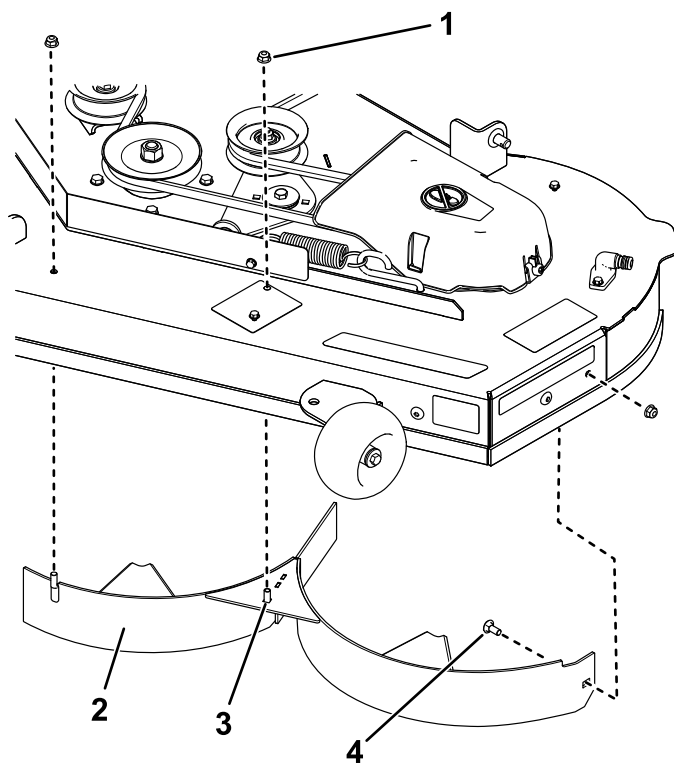

Figura 14
7. Remova as duas porcas de bloqueio (5/16 pol.) dos postes soldados do abafador esquerdo (Figura 14).
8. Remova o parafuso de carroçaria e porca de bloqueio que prendem o abafador esquerdo à plataforma e remova o abafador (Figura 14).
9. Localize os 2 parafusos nas peças soltas e utilize as porcas de bloqueio existentes e instale as fixações nos orifícios mostrados na Figura 14 no cortador para evitar que os detritos saiam.